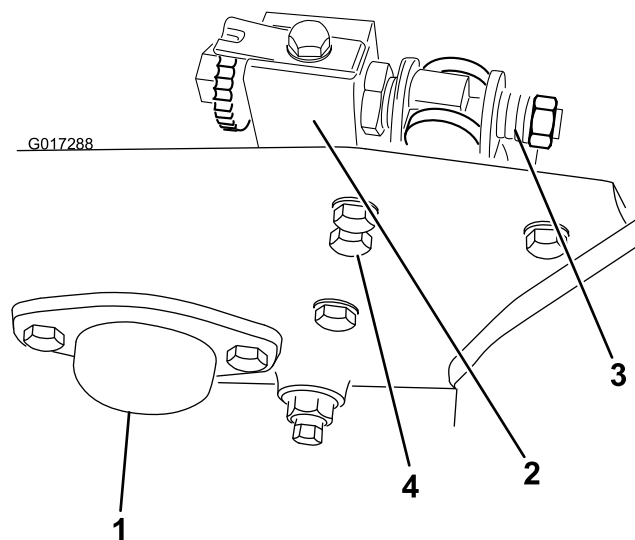

Bild 3
5. Entfernen Sie die zwei Kopfschrauben und Sicherungsmuttern, mit denen die Endkappe am linken Spindelkegelrollenlager-Gehäuse und der Seitenplatte der Maschine befestigt ist. Entfernen und bewahren Sie die Endkappe und die Befestigungsschrauben auf; sie werden benötigt, wenn Sie den Groomer entfernen (Bild 3).
6. Lockern Sie die Federspannungsschrauben an den rechten und linken Untermesserträgerereinstellern mit einem 7/8"-Schraubenschlüssel (Bild 3). Schrauben Sie die Schrauben heraus, bis die Druckscheiben nicht mehr auf den Untermesserträger drücken.
7. Entfernen Sie die zwei Kopfschrauben und Scheiben, mit denen der Rahmen des linken Untermesserträgerereinstellers an der Seitenplatte befestigt ist (Bild 3).